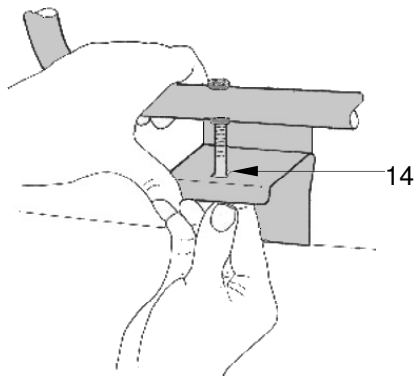

Abb. 5.1.
5. Hängen Sie die Elemente in die leicht geöffnete Heckklappe ein siehe Abb. 5.1